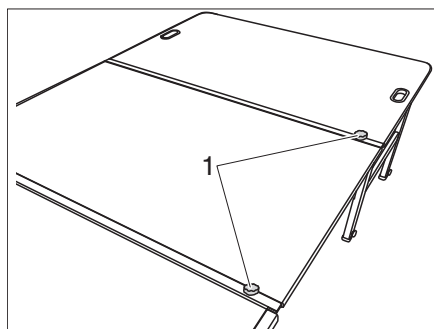

Fig. 31 Applicazione della sicura
- Avvitare le viti a stella (Fig. 31,1) nei due collegamenti delle guide per fissarli.